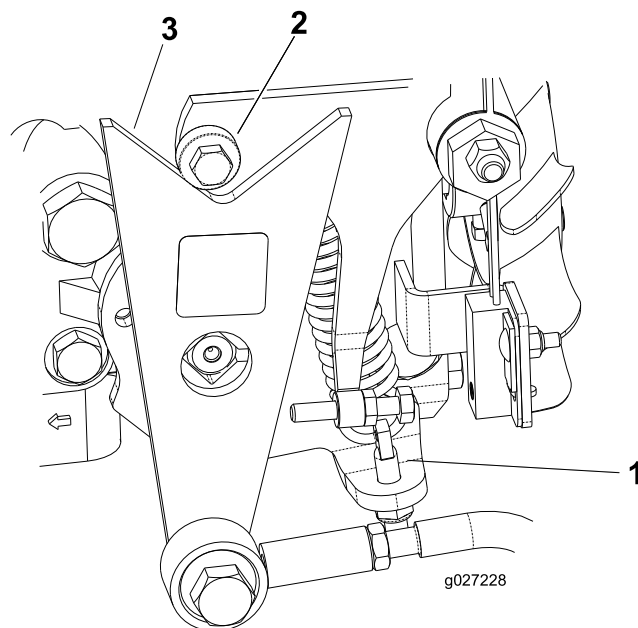

Figura 44
- Se as rodas rodarem na direção certa, desligue o motor e ajuste a mola ajustando o bloqueio do pino (Figura 44). Ajuste a posição neutra da tração; consulte Ajuste da posição neutra da transmissão de tração (página 35).